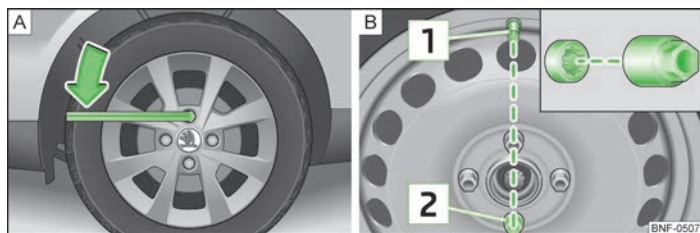

Bild 110 Hjulbyte: Lossa hjulskruvar/Installationsplats för den stöldskyddade hjulskruven
- Ta tag i nyckeländan och skruva ca. **ett** varv åt vänster» bild 110 - .
Den **stöldskyddade hjulskruven** måste för ett hjul med hjulsida skruvas på i läge  » bild 110 -  mitt emot ventilen . Hjulsidan kan annars inte monteras.